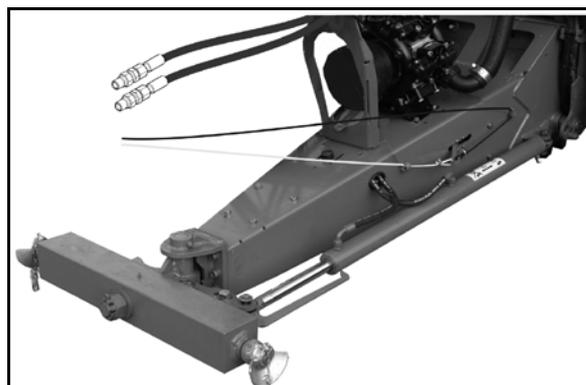

Рис. 42
- **Дышло для тяговой серьги** закрепляется (Рис. 42) в пальцевой муфте трактора.